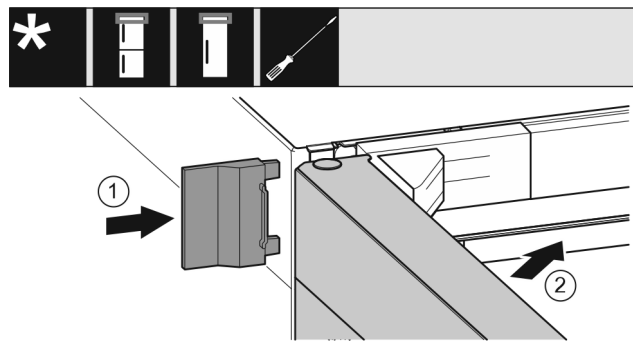

Fig. 23
- ▶ Насуньте зовнішню кришку Fig. 23 (1).
- ▶ Закрийте верхні дверцята Fig. 23 (2).